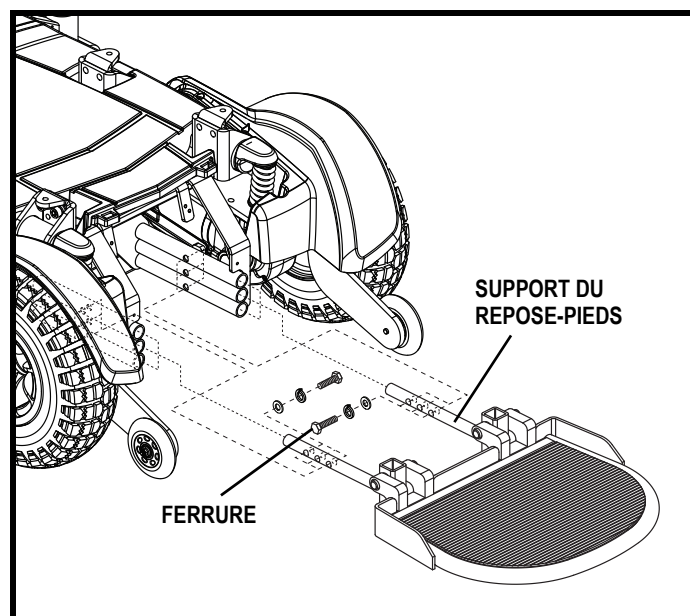

Figure 15. Ajustement de repose-pieds
1. Retirez les ferrures sur le support du repose-pieds. **Voir la figure 15.**
Voir la figure 15.
1. Relevez le repose-pieds pour trouver l'emplacement de la vis de réglage. **Voir la figure 15.**